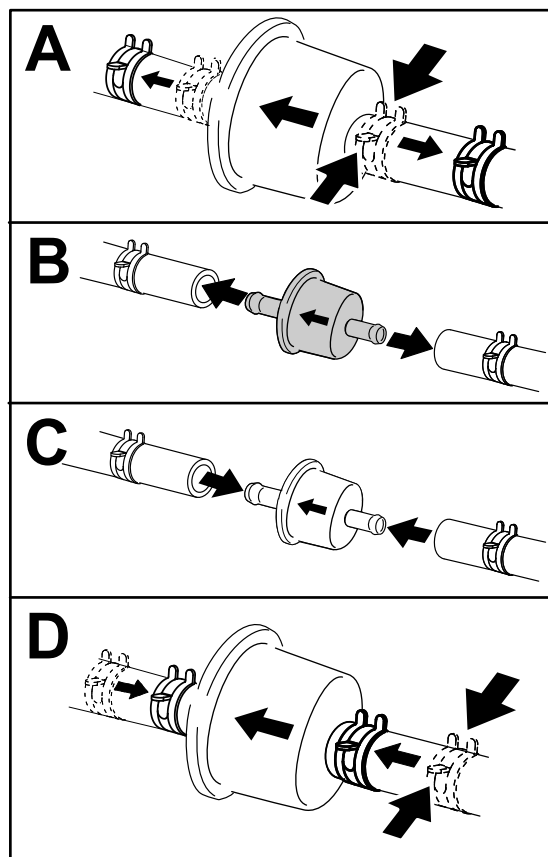

Figura 48
3. Sostituite il filtro (Figura 48).